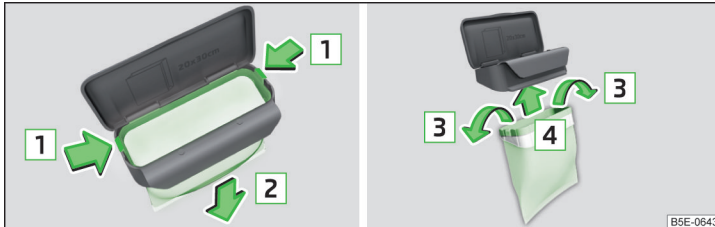

Abb. 111 Beutel ersetzen
- Die beiden Rastnasen am Rahmen in Pfeilrichtung **1** abdrücken » Abb. 111.